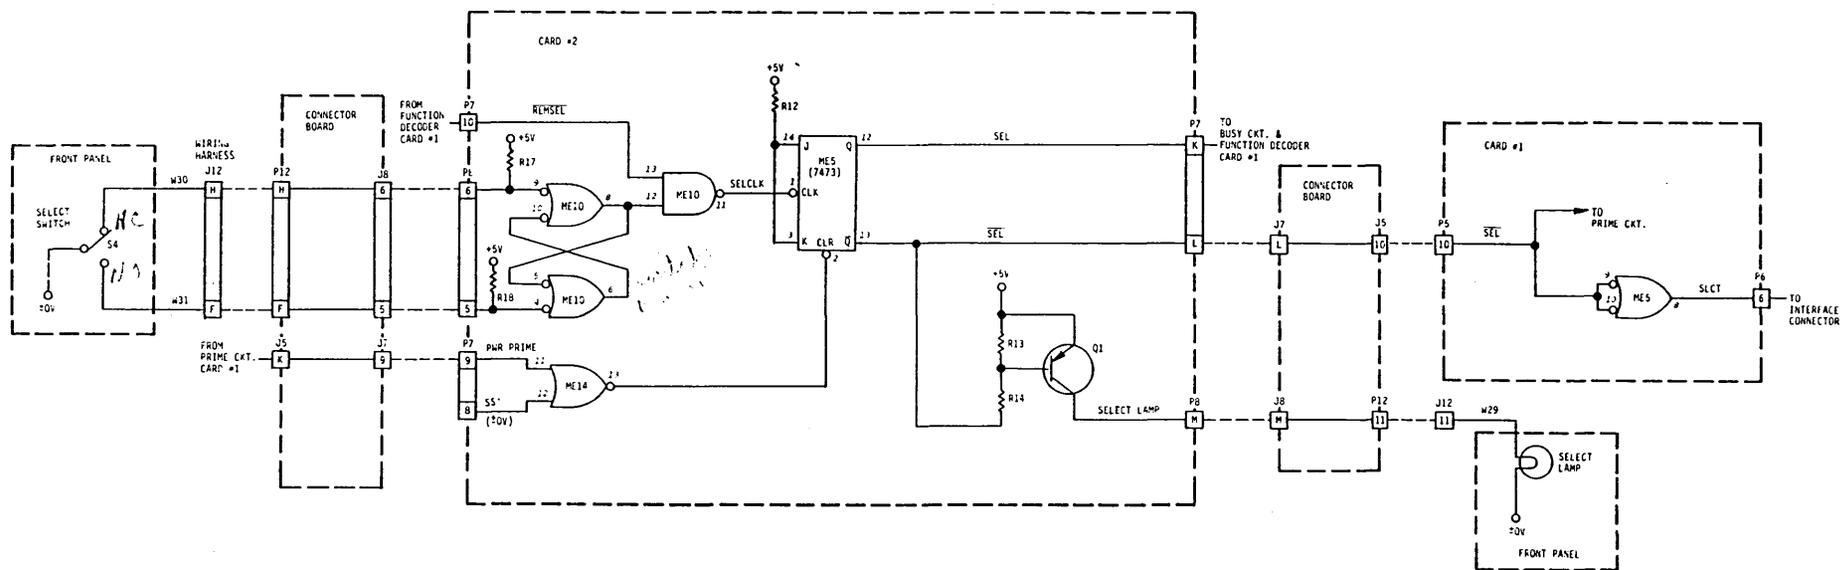

Figure 4-6. SELECT CIRCUIT
4.3.2 SELECT CIRCUIT (Figure 4-6)